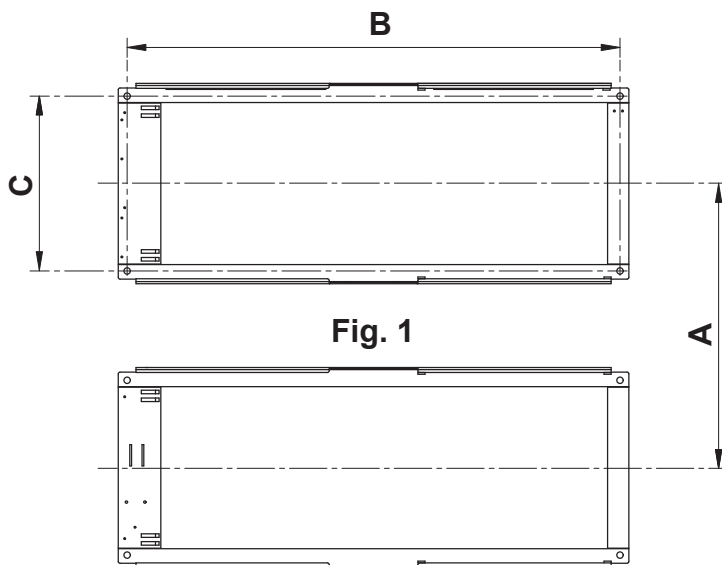

Fig. 1
Le pont élévateur est expédié avec l'installation hydraulique dans les conditions suivantes (fig.1) :
Pour compléter le raccordement, procéder comme suit (fig.1) :
- En utilisant les bases comme gabarits, percer avec un foret Ø15 à une profondeur de 150 mm (voir aussi le schéma de perçage joint fig.1).